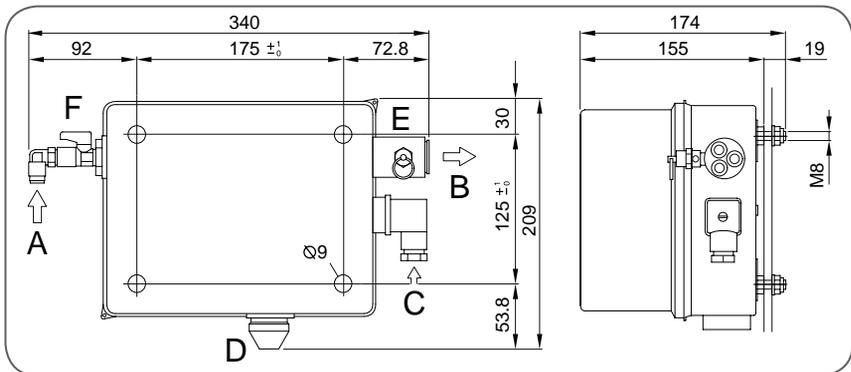

Fig. 9 - Montage du module de commande
Percer les trous de fixation conformément au schéma, sur l'emplacement de montage du boîtier de distribution voir ► Fig. 9.
- Avant toute intervention sur le système au aux extrémités des roues, on doit fermer la valve d'arrêt voir ► Fig. 9 (pos. F) en la tournant et laisser l'air s'échapper via la valve anti-surpression voir ► Fig. 9 (pos. E) prévue à cet effet.
1. Une des 3 sorties d'air comprimé *voir* ► *Fig. 9 (B)* doit être équipée d'un manomètre.
3. Ouvrez la valve d'arrêt *voir* ► *Fig. 9 (pos. F)*.
- Avant toute intervention sur le système au aux extrêmités des roues, on doit fermer la valve d'arrêt voir ► Fig. 9 (pos. F) en la tournant et laisser l'air s'échapper via la valve anti-surpression voir ► Fig. 9 (pos. E) prévue à cet effet.